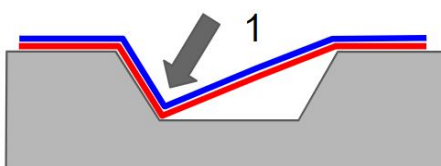

Abbildung 3
- 3) Drücken Sie sie mit ihren Fingern in den tiefsten Teil der Sicke, und achten Sie darauf, zwischen Folie und Oberfläche Vollkontakt herzustellen. Erwärmen Sie alle Bereiche, die noch nicht mit dem Substrat in Kontakt gekommen sind, und folgen Sie der Form sanft mit den Fingern. Leicht angefeuchtete Handschuhe erleichtern diesen Vorgang (halten Sie die Temperatur während dieses Schrittes stets zwischen 35 und 50 °C). *Abbildung 3*